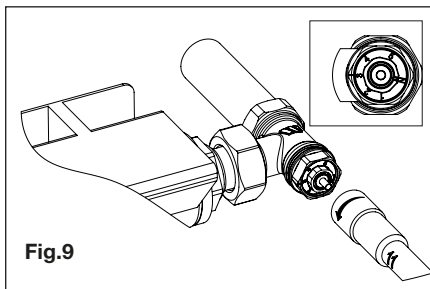

Fig.9
- Abra hasta alcanzar la posición deseada haciendo coincidir el número con la muesca de referencia (Fig.9);